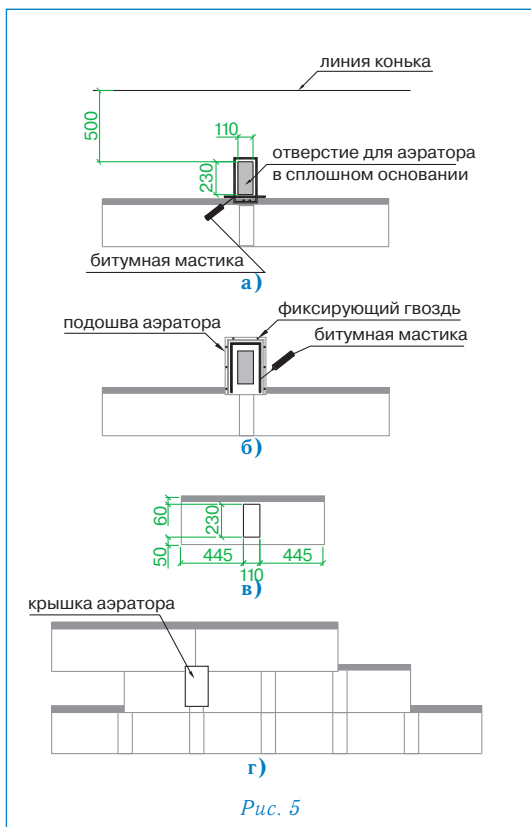

Рис. 5
Установка аэратора (рис. 5)
- В сплошном основании кровли прорезается отверстие 1123 см, расположенное согласно рис. 5а;
- корпус аэратора устанавливается поверх отверстия и фиксируется гвоздями из нержавеющей стали; по верхней и боковым сторонам подошвы корпуса также наносится битумная мастика (рис. 5б);
- далее укладывается очередной ряд черепицы; подошва аэратора при этом закрывается листом с заранее прорезанным в нем отверстием (рис. 5в);
- на корпус аэратора устанавливается крышка, которая фиксируется нажатием (до щелчка) (рис. 5г).
- В сплошном основании кровли прорезается отверстие 110 × 230 мм, расположенное согласно рис. 5а;
Конек (рис. 5)
- Верхний ряд черепицы ПРЕСТИЖ ВЕРСАЛЬ ЦИНК-ТИТАН доводится до линии конька (ребра), выступающие части листов обрезаются (рис. 5а);
- линии коньков и ребер герметизируются специальной самоклеящейся лентой «Топ-ролл» (рис. 5б);